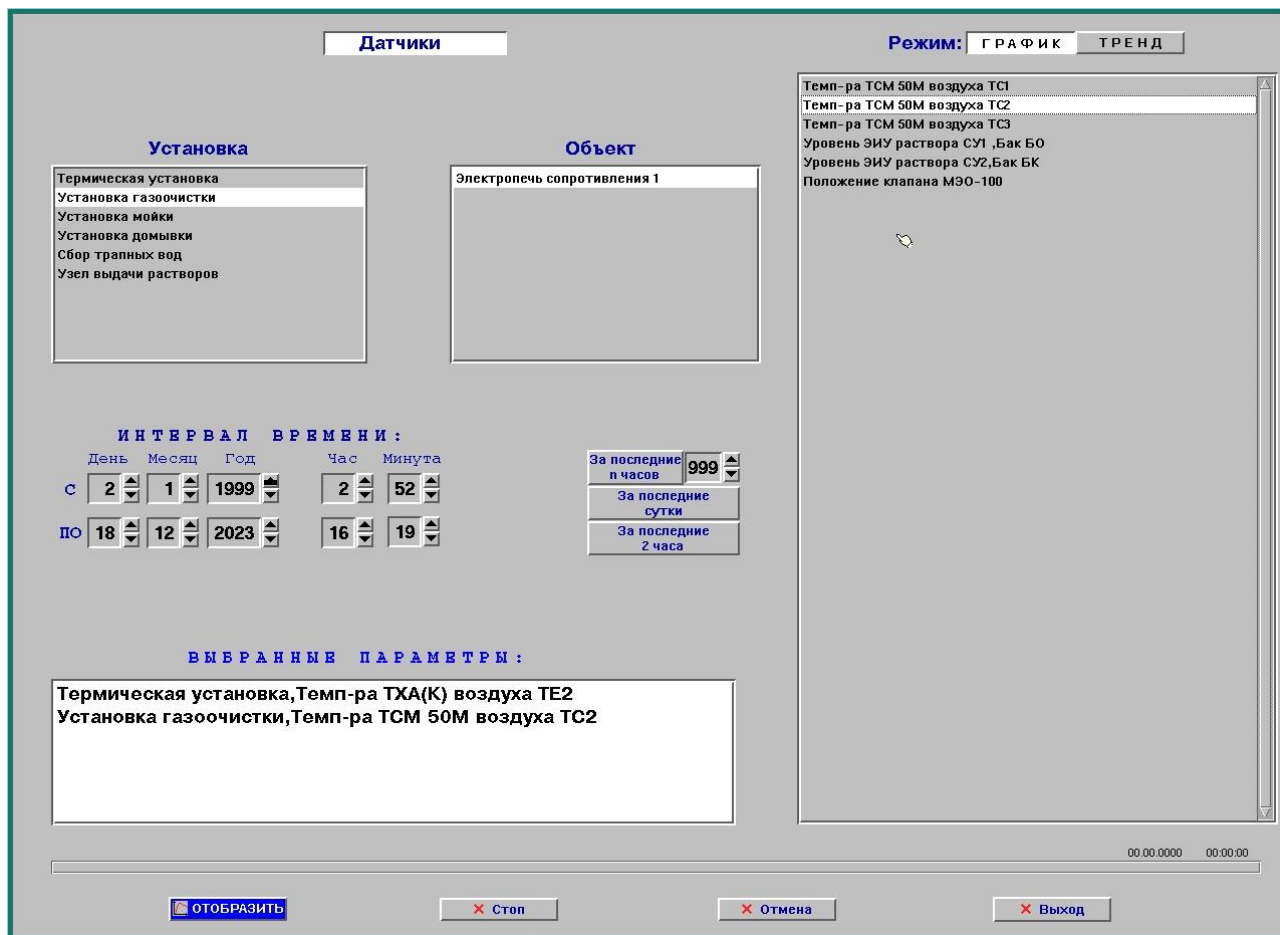

Рисунок 7 - Окно выбора параметров для графиков
7.9.1 Для доступа к накопленным значениям технологических параметров, состояния оборудования и сигнализаторов необходимо в режиме отображения мнемосхемы нажать «мышью» кнопку «**График**». При этом отображается окно (пример, см. рис. 7), в котором необходимо выбрать установку, вид параметра (датчики, оборудование, сигнализаторы) и необходимый параметр (или несколько параметров, общим числом до 6), причем можно выбрать разные виды параметров с разных установок. Нажав «мышью» на строку в поле «Выбранные параметры:», выбор данного параметра можно отменить.